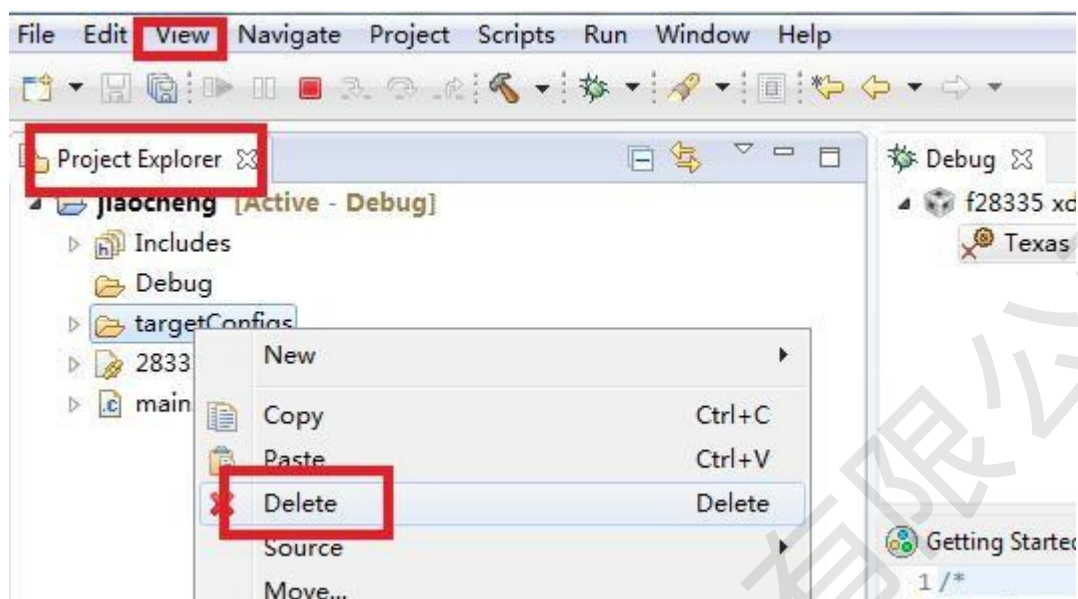

图 3-1-4
⑥因为工程创建时在第④步选择了仿真器类型，这将导致新建工程只适配于一种仿真器，对工作造成不便，我们需要手动删除该文件。（注：如果不做第④步的配置 CCS 可能报错，建议按教程顺序创建工程。）在工程目录下（路径“View->Project Explorer”），右键单击 targetConfigs, 选择 delete 删除。如图 3-1-4 所示：